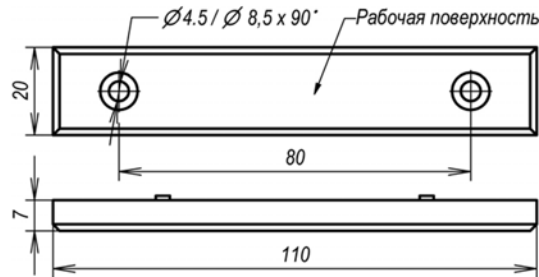

Рис.4
5.1 Якорная пластина крепится на двери двумя саморезами или винтами М4 (габаритно-установочные размеры показаны на рис.4). На якорной пластине со стороны двери установлены два резиновых амортизатора, обеспечивающих подвижность и упругое прижатие пластины. С целью исключения возможности деформации якорной пластины, не следует крепежные саморезы затягивать до конца, обеспечив люфт пластины в пределах 0,2...0,4 мм.